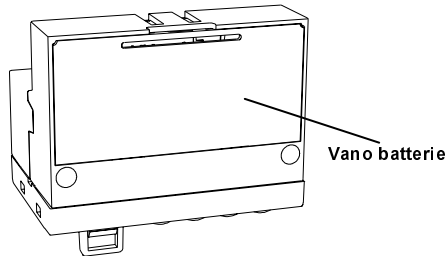

Fig. 6
- Inserire le batterie nell'apposito vano batterie, Fig. 6; vedi paragrafo INSERIMENTO/SOSTITUZIONE BATTERIE.